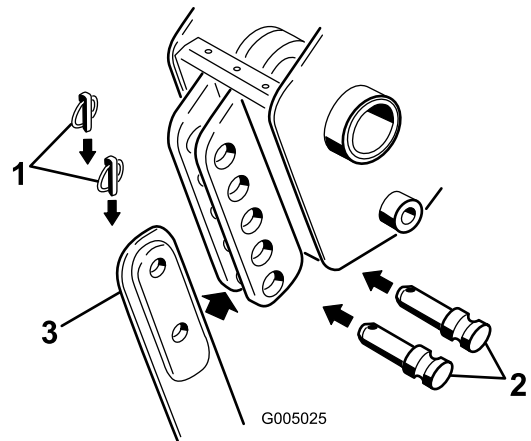

图 5
**注意** 要完全拆下刀片请先拆下上下保险销和柱销请参阅图 5。
4. 从刀片支架中的柱销上拆下 2 个保险销然后拆下柱销图 5 和现有刀片如已安装。
- 使用之前拆下的柱销和保险销将新刀片滑入刀片支架并固定至所需深度安装孔的变化使深度改变了 7.6cm 图 5。